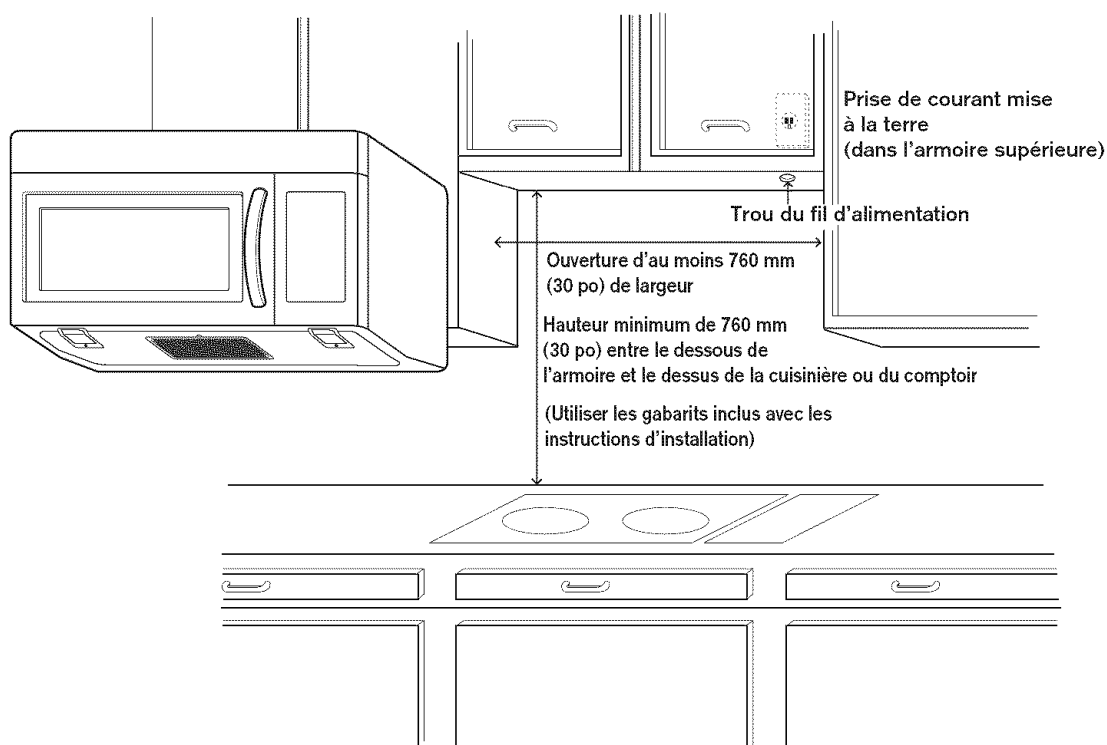

Figure 4
- S'ASSURER d'avoir suffisamment d'espace. Voir la Figure 4 ci-dessous pour connaître les dégagements verticaux et horizontaux minimums.